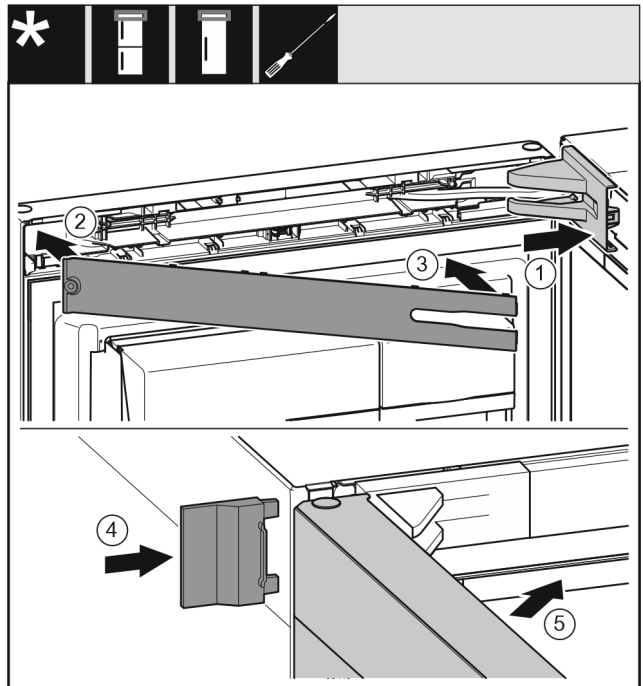

Fig. 73
- Uzlieciet un nofiksējiet gultņa balsta pārsegu Fig. 73 (1), ja nepieciešams, uzmanīgi atspiediet.
- Uzlieciet aizsegu Fig. 73 (2).
- Pievirziet un nofiksējiet aizsegu Fig. 73 (3).
- Uzbīdiet ārējo pārsegu Fig. 73 (4).
- Aizveriet augšējās durvis Fig. 73 (5).